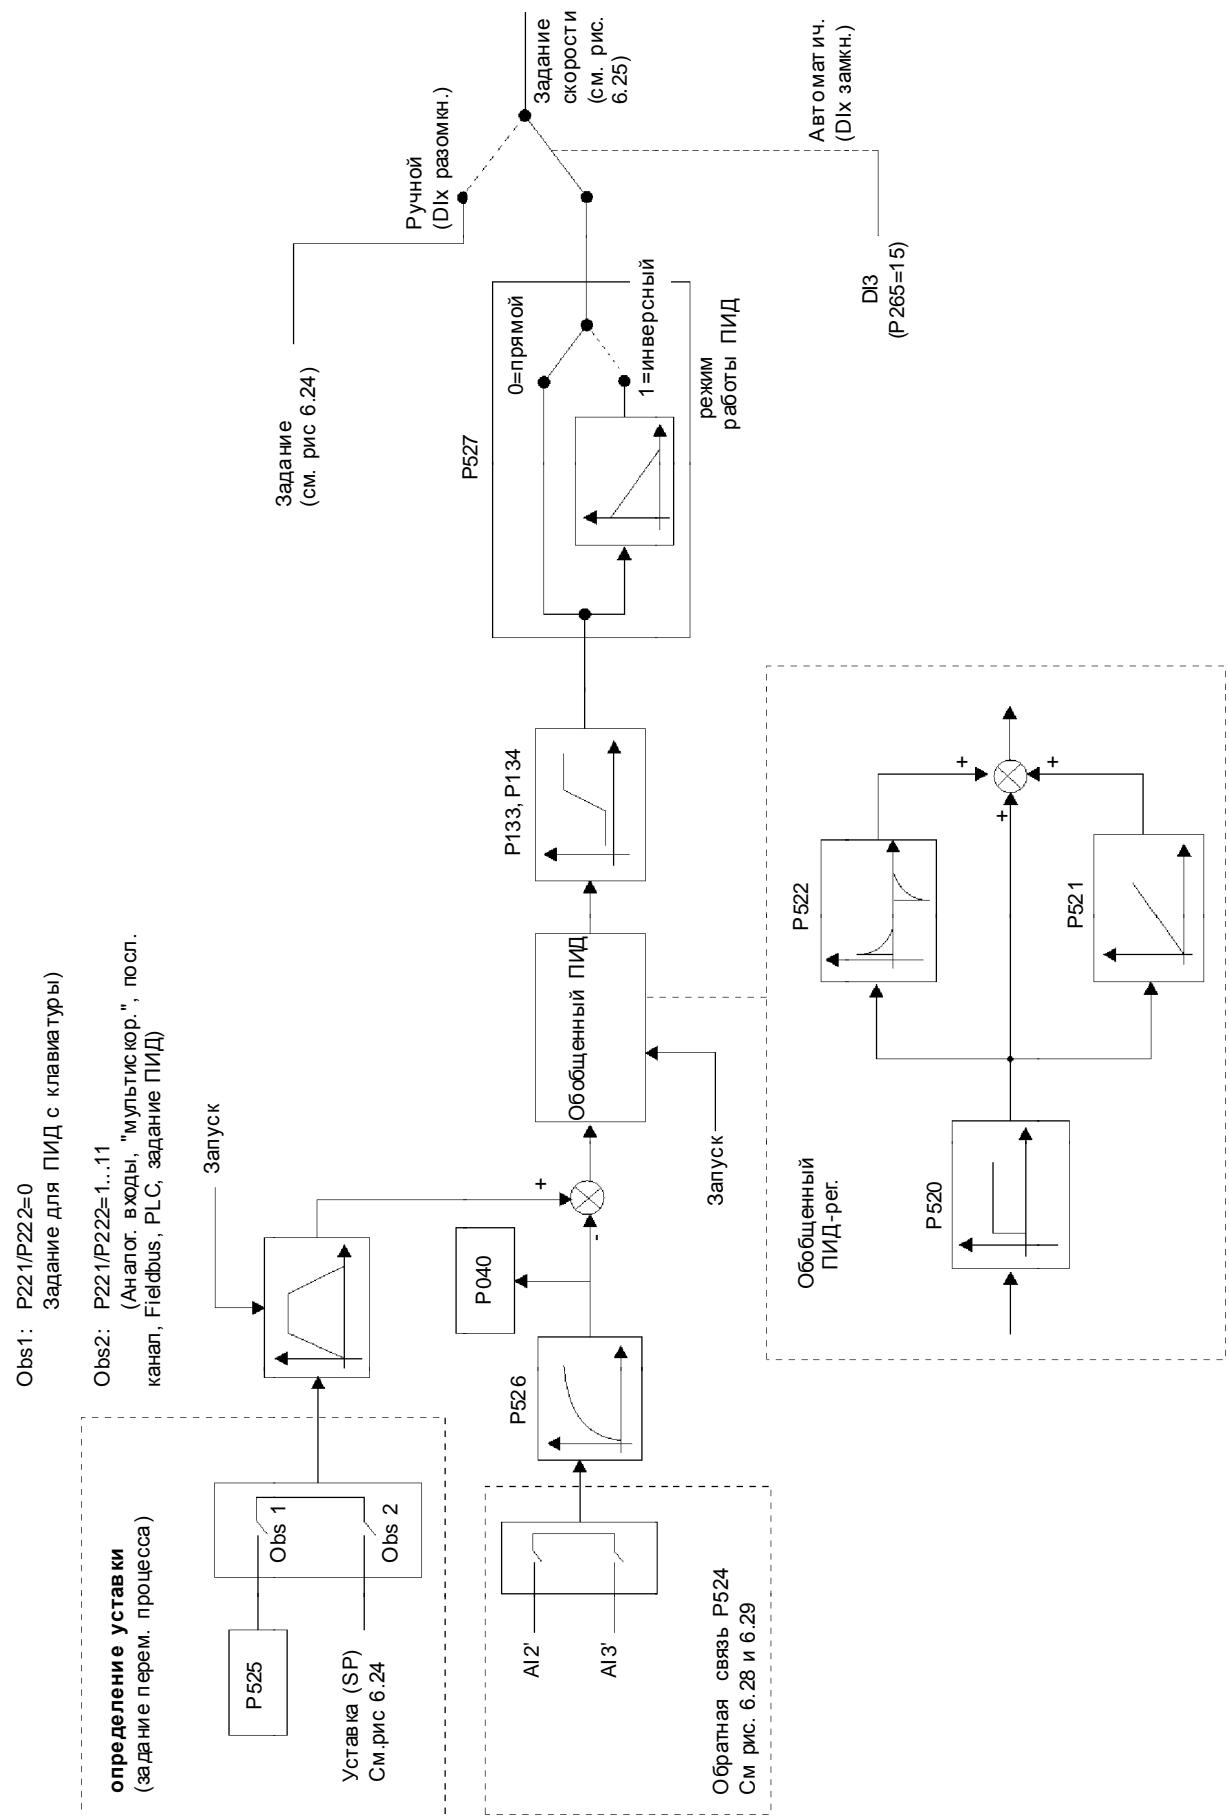

Рис. 6.41 - Блок-схема функции ПИД-регулятора
- Структурная схема обобщенного ПИД-регулятора показана на рис. 6.41.
| P525 Задание для ПИД с клавиатуры | 0.0...100 [0.0] 0.1% | <p><input checked="" type="checkbox"/> Обеспечивает ввод задания для ПИД-регулятора (P203=1) через клавиатуру, при условии, что P221=0 (МЕСТН.) или P222=0 (ДИСТ.) были настроены в автоматический режиме. Если они запрограммированы в ручном режиме, задание скоростидается в P121.</p> <p><input checked="" type="checkbox"/> Последнее значение P525 сохраняется при отключении преобразователя с P120 = 1 (вкл.).</p> <p><input checked="" type="checkbox"/> Если ПИД-регулятор работает в автоматическом режиме, значение задания вводится в CFW09 с любого источника, заданного P221 (местный режим) или P222 (дист. режим). Большинство типовых применений ПИД используют задание через AI1 [P221=1 (МЕСТН.) или P222=1(ДИСТ.)], а также кнопки и [P221=0 (МЕСТ) или P222=0(ДИСТ.)]. См.рис. 6.41.</p> | | | | | | | | | | | | | | |